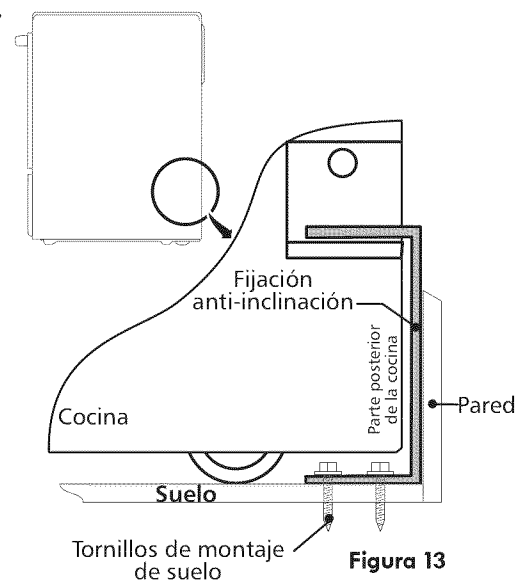

Figura 13
1. Desdoble la plantilla de papel y colóquela plana en el piso con los bordes laterales y el trasero colocados exactamente donde la parte trasera y los lados de la estufa serán colocados cuando sea instalada. (Use el diagrama siguiente para ubicar los soportes si no se dispone de la plantilla. (Ver la Figura 13))
4. Nivele la estufa si es necesario ajustando las cuatro patas niveladoras con una llave (Ver la Figura 13 abajo). Se requiere un espacio libre mínimo de 1/8" (0.8 cm) entre la parte inferior de la estufa y los niveladores de las patas traseras para dejar espacio para los soportes antivuelco.